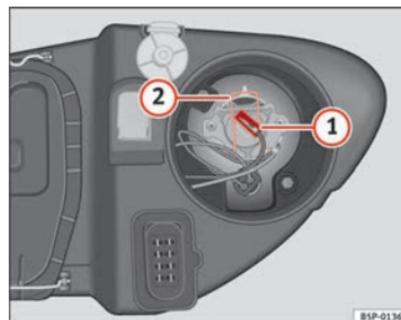

Fig. 187 Máximos
- Retirar o conector ⇒ Fig. 187 ① da lâmpada.
- Prima a mola de fixação ⇒ Fig. 187 ② pressionando-a para dentro e para a direita.